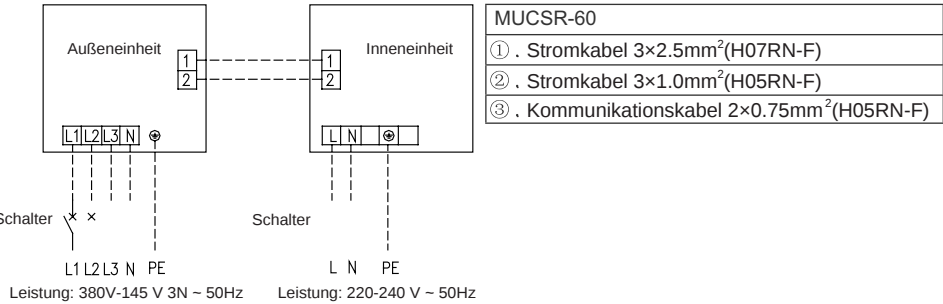

Abb. 42
- ① . Die Strom- und Luftventilskabel haben eine hohe Spannung. Die Kommunikations- und Stromkabel der Kabelbedienung haben eine niedrige Spannung. Deswegen sollten sie getrennt funktionieren, um elektromagnetische Störungen zu vermeiden.
- ② . Die Hochspannungs- und Niederspannungsleitungen sollten durch die Gummiringen der Klemmkastendeckel laufen.
- ③ . Das Verbindungskabel der Kabelbedienung und das Kommunikationskabel niemals zusammen bündeln. Verlegen Sie sie parallel, andernfalls kann das Gerät nicht ordnungsmäßig funktionieren.
- ④ . Die Hochspannungs- und Niederspannungsleitungen sollten getrennt und ordnungsmäßig mittels großen Schellen (Hochspannung) und kleinen Schellen (Niederspannung) befestigt werden.
- ⑤ . Die Verbindungs- und Stromkabel der Innen- und Außeneinheiten an den Klemmkasten mittels der Schrauben ordnungsmäßig festziehen. Ein fehlerhafter Anschluss kann Feuer verursachen.
- ⑥ . Wenn die Inneneinheitsverbindungs- (an die Außeneinheit) und Stromkabel nicht ordnungsmäßig angeschlossen sind, kann das Gerät beschädigt werden.
- ⑦ . Die Inneneinheit mit einem anpassenden Verbindungskabel (siehe Abb. 42) anschließen.
- ⑧ . Die Innen- und Außeneinheiten mittels eines Stromkabels erden.
- ⑨ . Die Einheit gemäß den entsprechenden lokalen und nationalen Normen erden.